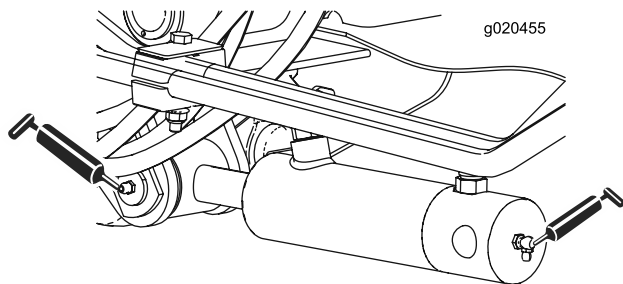

Figura 64
- Casquillos de los cilindros de los brazos de elevación (2 en cada lado) (Figura 64)